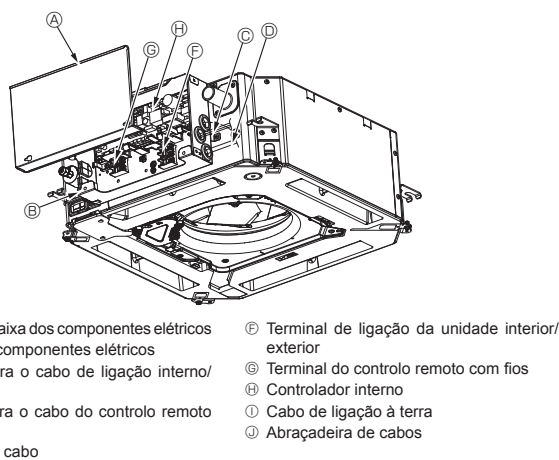

Fig. 7-3
7.2. Unidade interior (Fig. 7-3) (Fig. 7-4) (Fig. 7-5)